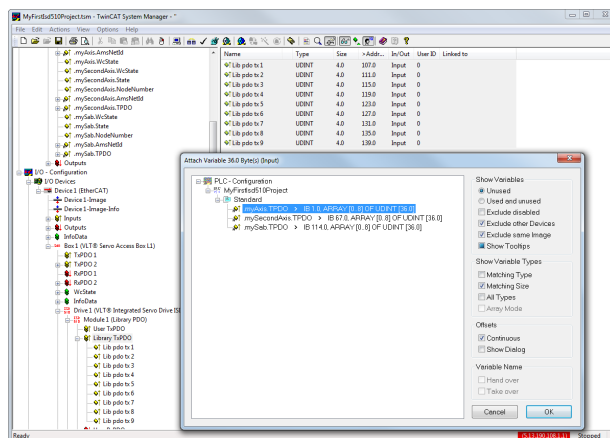

图 6.15 将输入和输出连接到物理数据点
2. 在窗口右侧选择 Lib pdo tx1 至 Lib pdo tx9 之间的所有条目 (如图 6.15 所示)。